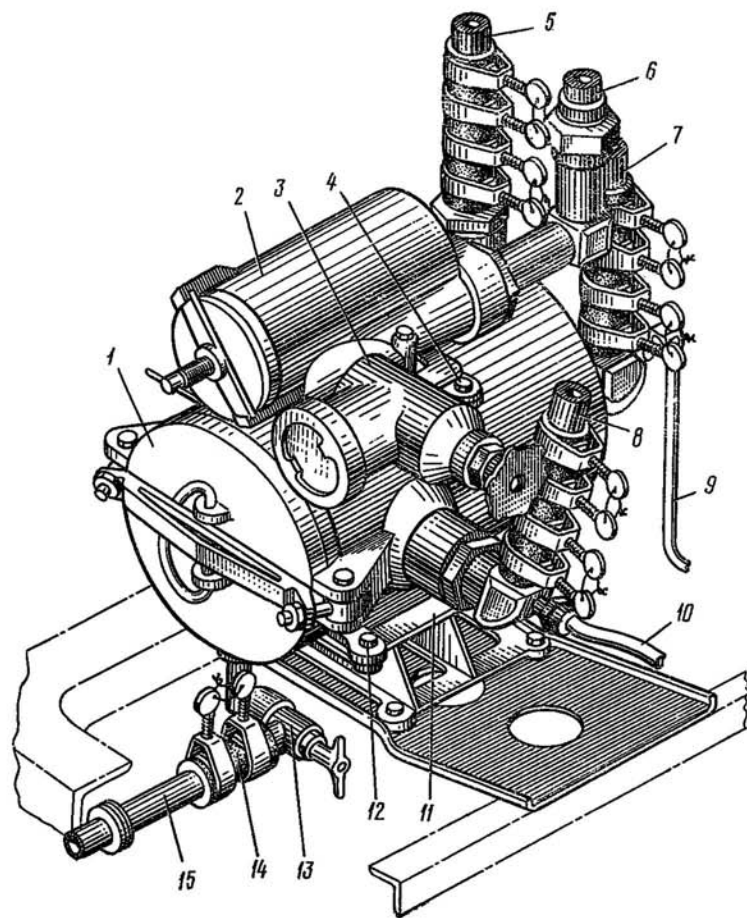

Рис. 1.30. Установка корпусов фильтров грубой и тонкой очистки:
1. ДЕМОНТАЖ 1. Убедитесь в том, что перекрыв- ной кран топлива (пожарный) со- ответствующего двигателя закрыт. 2. Слейте топливо из корпуса фильтра и трубопроводов через сливной кран 13 (рис. 1.30). 3. Снимите фильтрующий эле- мент фильтра тонкой очистки топ- лива, как указано в технологиче- ской карте № 10 вып. 6, ч. 1. 4. Отсоедините трубопровод 8 от- вода топлива от фильтра 1: а) расконтрите винты хомутов и ослабьте их затяжку; б) сдвиньте дюрит по трубопро- воду. 5. Отсоедините трубопровод 7 подвода топлива к фильтру 1: а) расконтрите винты хомутов и ослабьте их затяжку; б) сдвиньте дюрит по трубо- проводу.